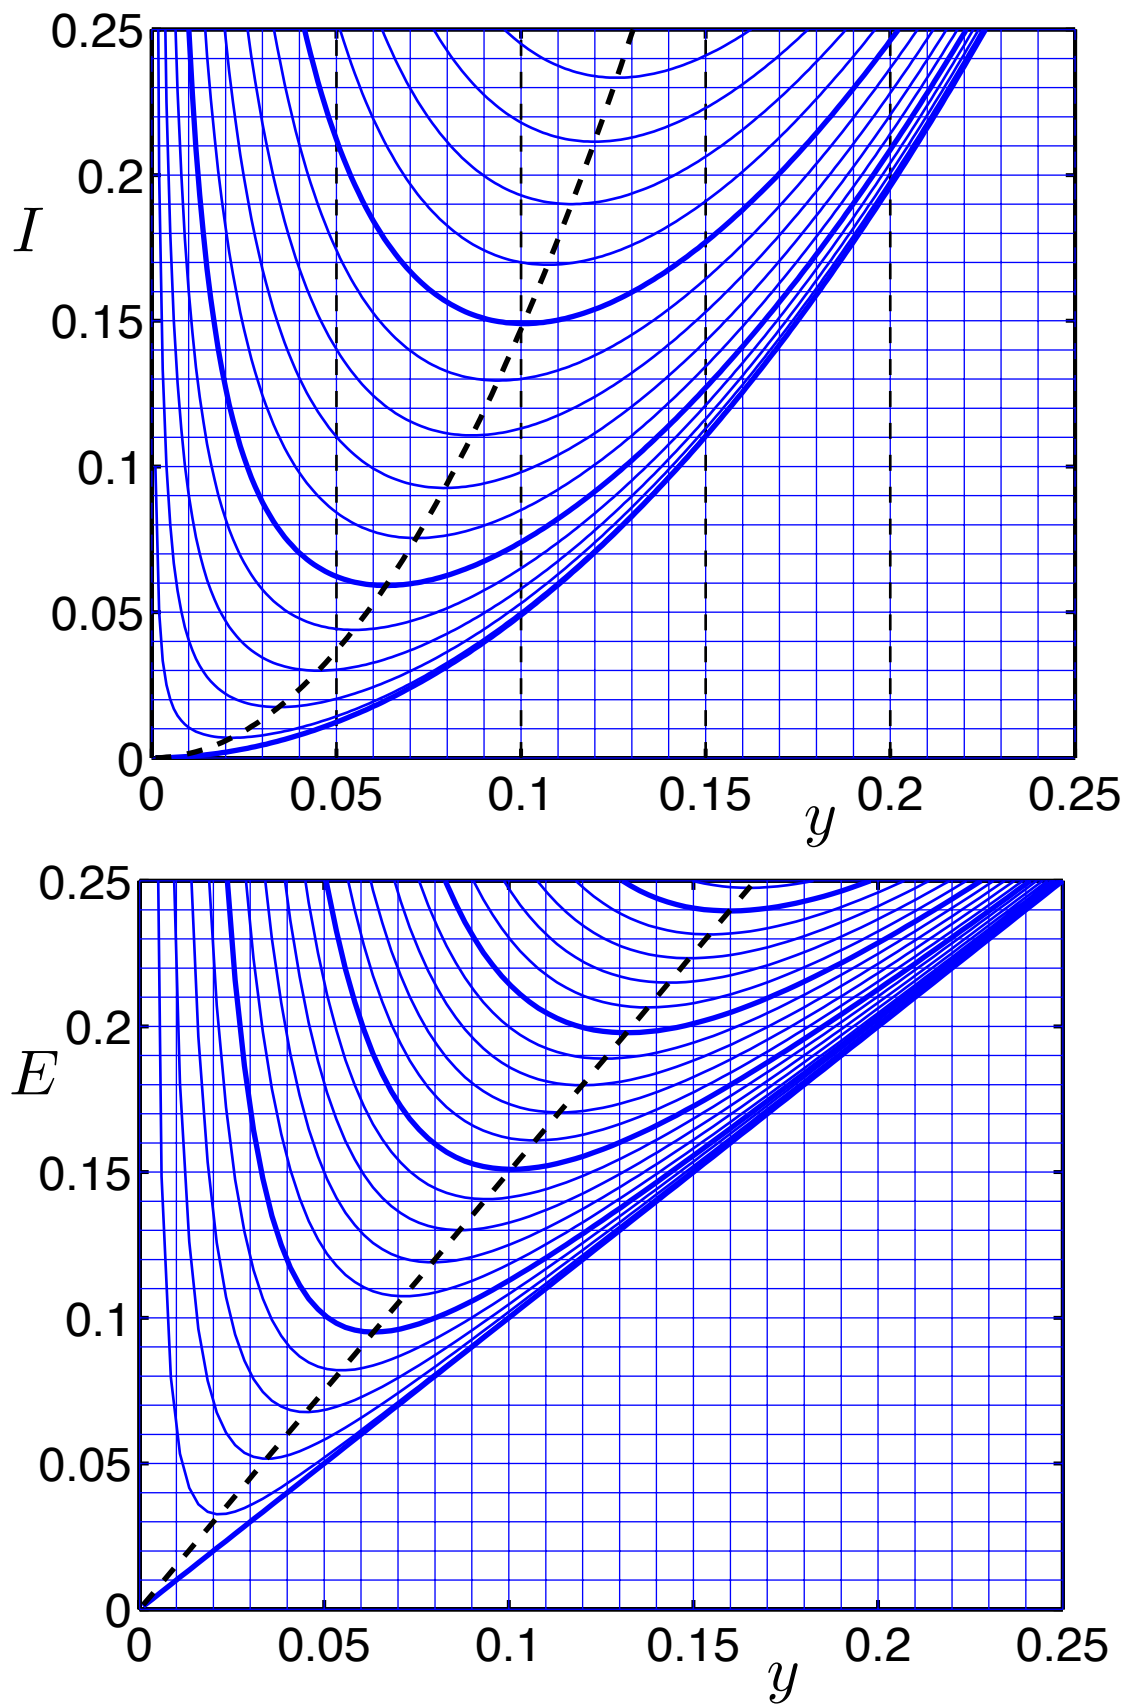

FIGURE 1 – Impulsion I et charge spécifique E en fonction de y pour des valeurs de $q = V y$ variant par pas de $0.01 \text{ m}^2/\text{s}$.
Pour un écoulement à surface libre de section rectangulaire et de profondeur y , la charge spécifique est $E = y + \frac{V^2}{2g}$ et l'impulsion est $I = y V^2 + \frac{g y^2}{2}$. Le tracé de ces fonctions est représenté sur la figure 1.
- 2) On suppose que la profondeur moyenne du canal est $y_m = 16$ cm. Estimer, à l'aide des abaques de la figure 1, la valeur de la charge spécifique E en négligeant la variation de hauteur d'eau dans le canal.
- 6) Estimer, à partir des abaques de la figure 1, la hauteur y_D à droite du ressaut.
- 1) Comme $Q = A V = \frac{\pi D^2}{4} V$, on a $V = \frac{4 D^2}{\pi} Q = 0.8 \text{ m/s}$ dans la conduite en charge. Comme $A_m = B y_m$ avec $y_m = 16 \text{ cm}$ dans le canal, on a $V_m = Q/A_m = 0.625 \text{ m/s}$. En sommant pertes de charge linéique et pertes de charges singulières, on obtient $h_{cond} = f L \frac{V^2}{2gD} + (2K + K_1) \frac{V^2}{2g} + K_2 \frac{V_m^2}{2g} = 8.9 \text{ cm}$. 2) Le débit linéique est $q = Q/B = 0.1 \text{ m}^2/\text{s}$. Pour $y = 16 \text{ cm}$, on lit sur l'abaque de l'énergie spécifique la valeur $E = 18 \text{ cm}$. 3) La vitesse est approximée par $V = q/y = 0.62 \text{ m/s}$. On a $S_f = n^2 V^2/(y^{4/3}) = 1.8 \cdot 10^{-3}$. La perte de charge entre M_1 et M_2 est donc $h_{canal} = S_f L = 1.8 \text{ cm}$. 4) On a $h_{tot} = h_{cond} + h_{canal} = 10.7 \text{ cm}$. On en déduit que $P = \rho g h_{tot} Q = 26.7 \text{ W}$. 5) On lit, sur la figure 1 que la hauteur conjuguée de $y_G = 5 \text{ cm}$ pour l'impulsion est $y_D = 17.7 \text{ cm}$ lorsque $q = 0.1 \text{ m}^2/\text{s}$. 6) On lit, sur la figure 1 que l'énergie spécifique associée à y_G est $E_G = 25 \text{ cm}$ tandis que celle associée à y_D est $E_D = 19.3 \text{ cm}$. On en déduit une perte de charge singulière $h_{ress} = E_G - E_D = 5.7 \text{ cm}$. 7) La pente de frottement dans le canal, à droite du ressaut, est donnée par $S_f = n^2 V^2/(y^{4/3}) = 1.3 \cdot 10^{-3}$. On en déduit une perte de charge dans le canal égale à $h_{canal} = S_f L = 1.3 \text{ cm}$. 8) La perte de charge totale est donc $h_{tot} = h_{cond} + h_{ress} + h_{canal} = 15.8 \text{ cm}$. 9) La puissance délivrée par la pompe est $P = \rho g h_{tot} Q = 39.4 \text{ W}$. 10) Dans le cas où le ressaut est en M_2 , on a $h_{canal} = 5 \text{ cm}$ en négligeant la variation de hauteur d'eau dans le canal (discutable). On obtient alors $h_{tot} = 1.01 \text{ m}$ et $P = 253 \text{ W}$. Un calcul plus précis permettrait de prendre en compte la pente de la surface libre.